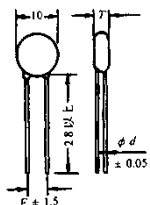
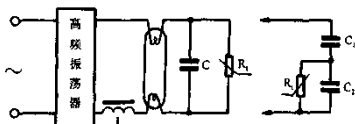

图 1-4 MZ2 型热敏电阻器外形尺寸图
图 1-5 MZ2 型热敏电阻器接线原理图
(3) MZ 型过热过流保护用热敏电阻器; 其主要技术参数、外形参考尺寸及用途见表 1-12。
(4) MZ2 型节能灯软起动用热敏电阻器; 其主要技术参数见表 1-13, 外形尺寸见图 1-4, 接线原理见图 1-5。